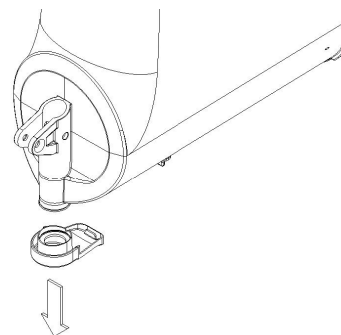

figura 12
7 Rimuovere dal contenitore il restrittore di flusso (vedere figura 12).
- 5** Rimuovere dal contenitore il restrittore di flusso (vedere figura 12).